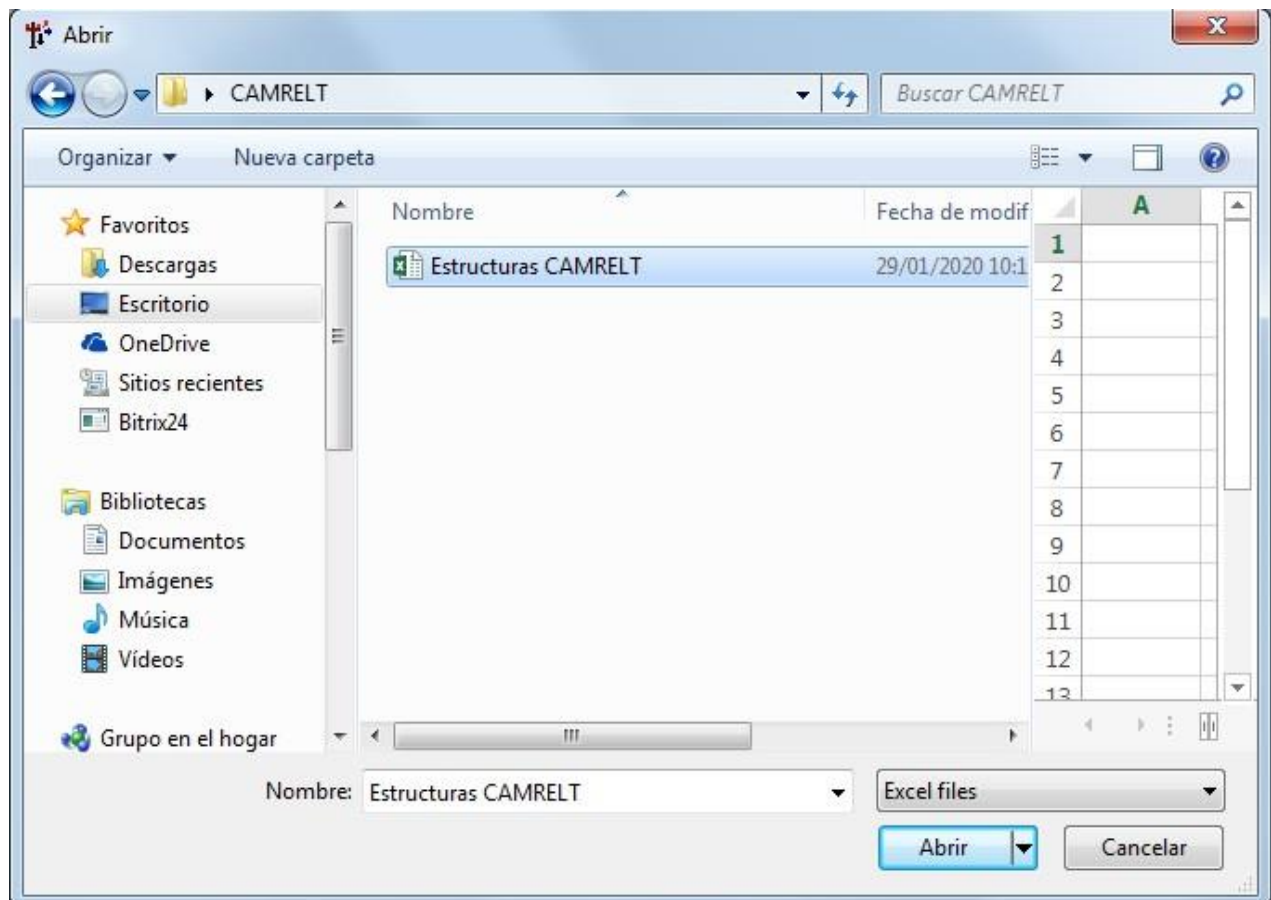

Fig. 12.1.11
- A continuación, aparecerá una ventana en donde deberá buscar la ruta donde se encuentra grabada la plantilla de Excel a cargar. Seleccione dicha plantilla; para nuestro ejemplo “Estructuras CAMRELT” (Ver Fig.12.1.11) y pique en el botón <Abrir>.